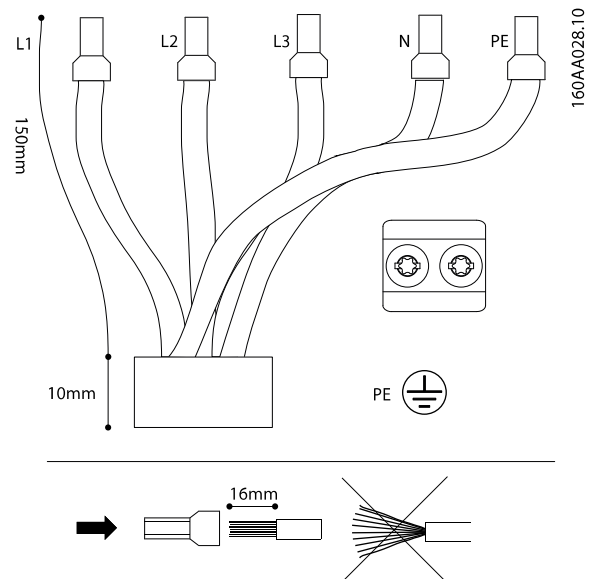

Abbildung 2.16 Abisolierung der AC-Kabel
Am AC-Kabel alle fünf Drähte abisolieren. Der Schutzleiter (PE) muss länger als die Netz- und Neutralleiter sein. Siehe *Abbildung 2.16*.